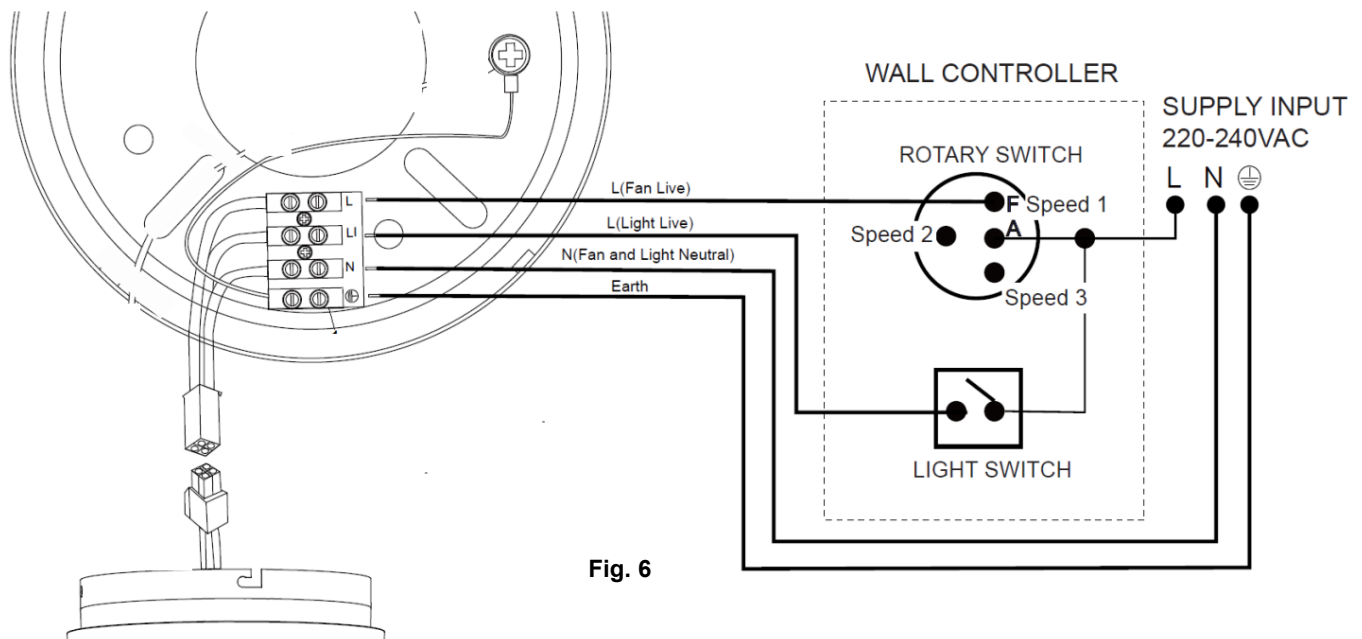

Fig. 6
- Beenden Sie die elektrische Verdrahtung wie im nachfolgenden Schaltdiagramm gezeigt (Abb. 6).